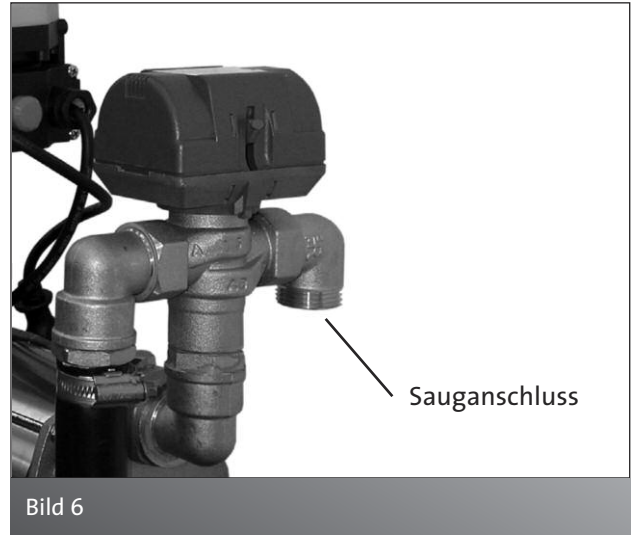

Bild 6
- Saugleitung mit dem Sauganschluss des Gerätes dicht und fest verbinden, siehe Bild 6.